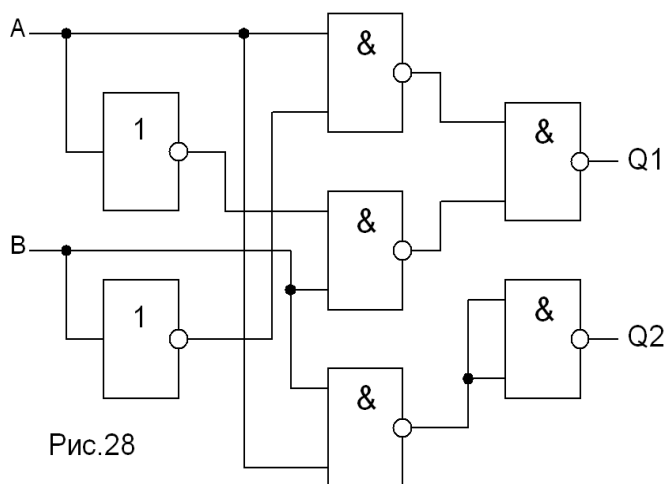

Рис.28
**Вопрос 70.** Схема какого устройства изображена на рис.28?
**Вопрос 71.** Определите, какими логическими выражениями описываются выходные сигналы схемы на рис.28?